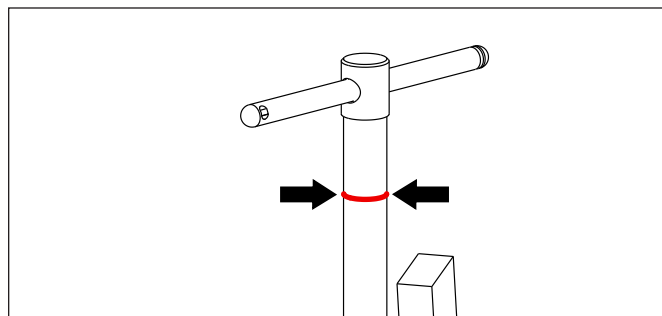
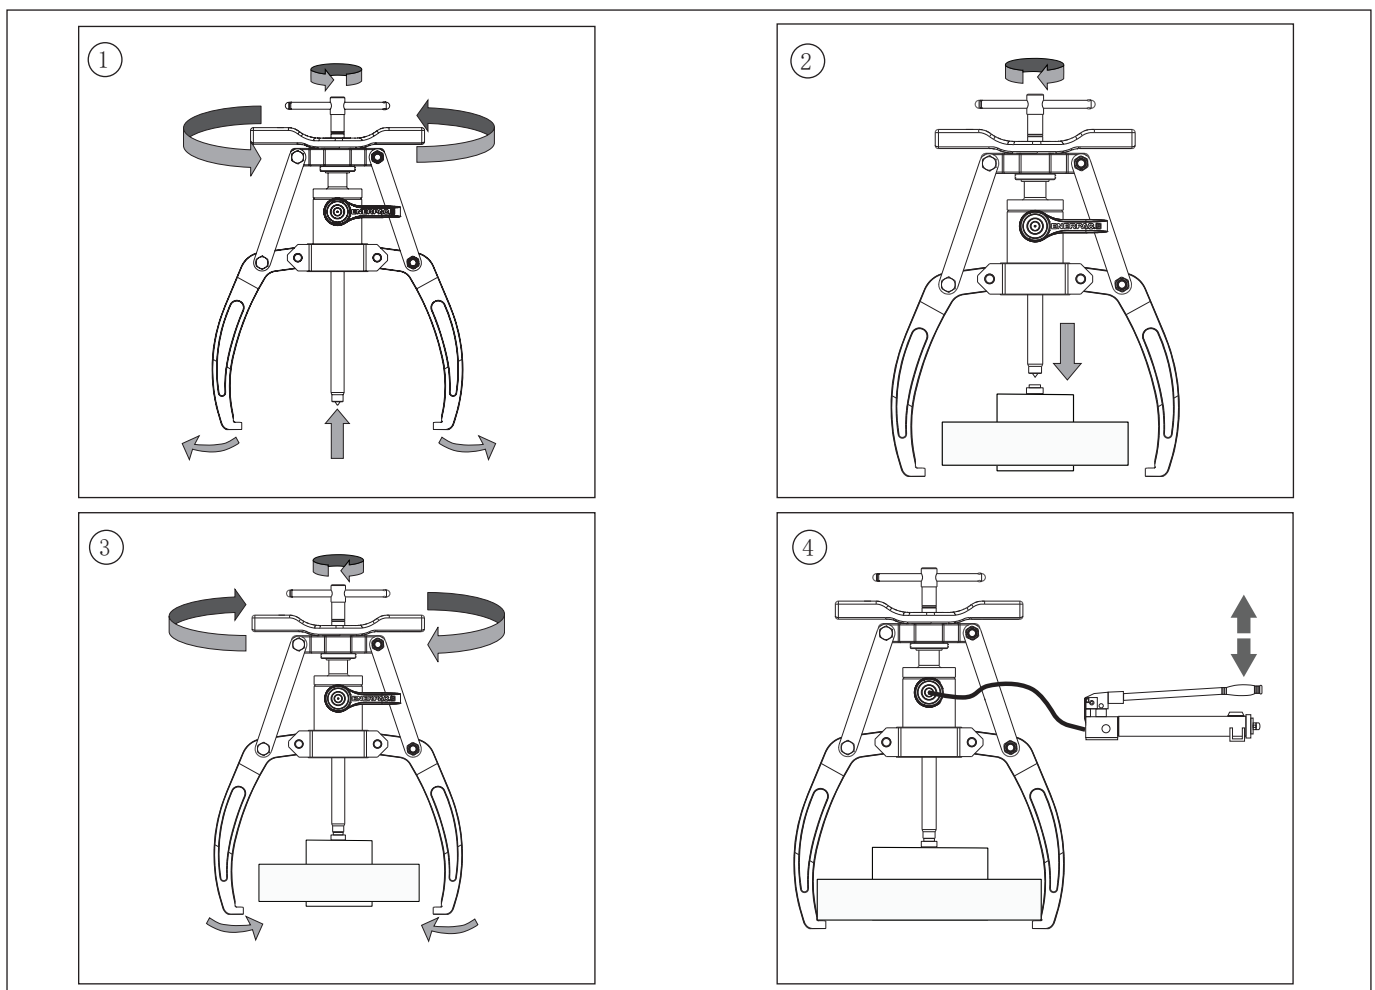

图 4， 螺纹啮合指示符号（红带）
图 6， 拔轮器安装步骤
- 在待移除部件上安装了拔轮器后，确保螺纹啮合指示符号可见。位置信息请见图 4。如果主轴顺时针转动太多圈，指示符号将被隐藏，表示螺纹啮合程度不足。
1. 旋转主轴，向上或向下调整主轴高度。转动把手，增大或减小钳爪开度。调整钳爪和主轴，以便让拔轮器能够固定在工件上。执行以下步骤时请参见图 6，图 1 到图 4。